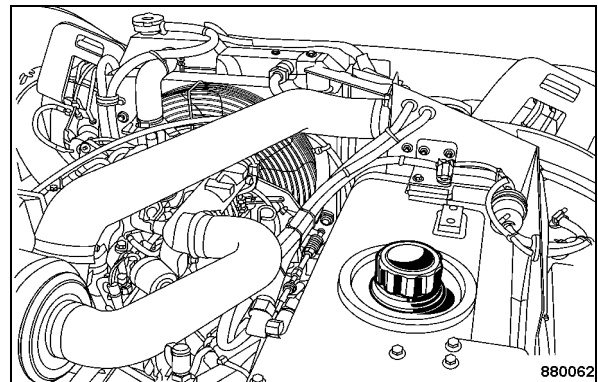

Fig. 167
- Retirer le couvercle du réservoir de l'huile hydraulique (Fig. 167).